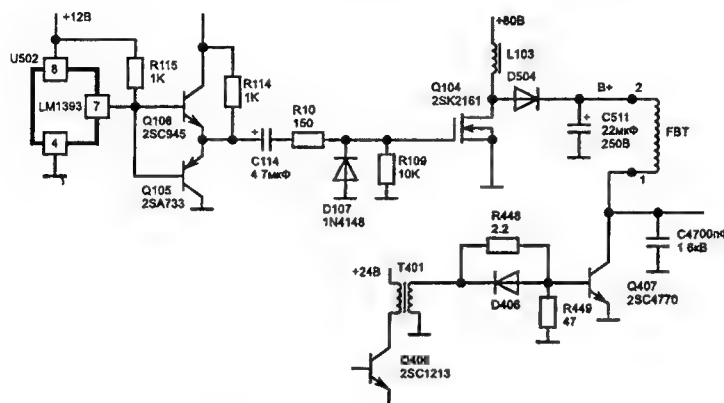

Рис. 1. Фрагмент источника питания (B+) строчного трансформатора
- Фрагмент источника питания B+ представлен на рис. 1.